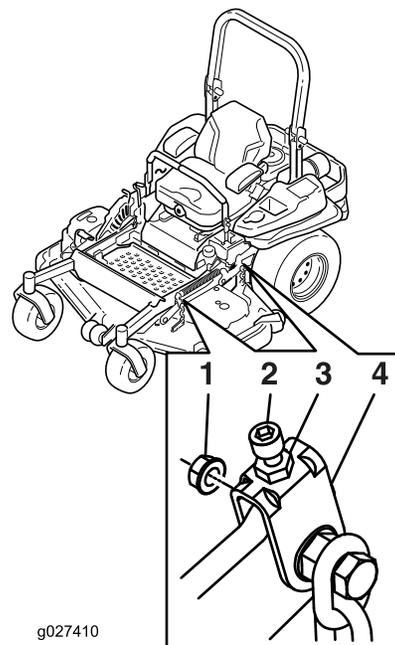

Figure 92
9. Le cas échéant, desserrez l'écrou Whizlock sur le côté de la chape et l'écrou de blocage sur le dessus. Ajustez précisément la vis de réglage en la tournant jusqu'à obtention de 7,6 cm (3 po) de hauteur (voir Figure 92).
15. Ajustez précisément la vis de réglage en la tournant jusqu'à obtention d'une hauteur de 8,3 mm (3¼ po) (Figure 92).